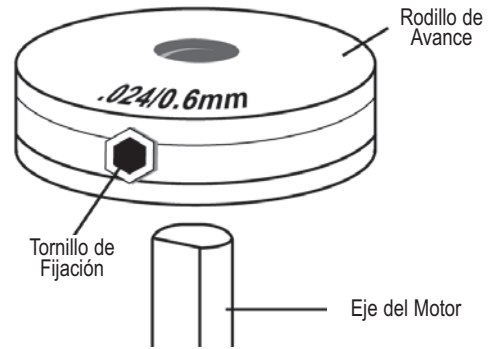

Figura 5. Rodillo de Avance
4. Localice el costado del rodillo de alimentación que esté estampado con el mismo diámetro del alambre a instalar (ver Figura 5). Empuje el rodillo de alimentación sobre el eje del motor, alineando el tornillo de ajuste con el lado plano del eje de alimentación. Asegúrese que el lado estampado con el diámetro